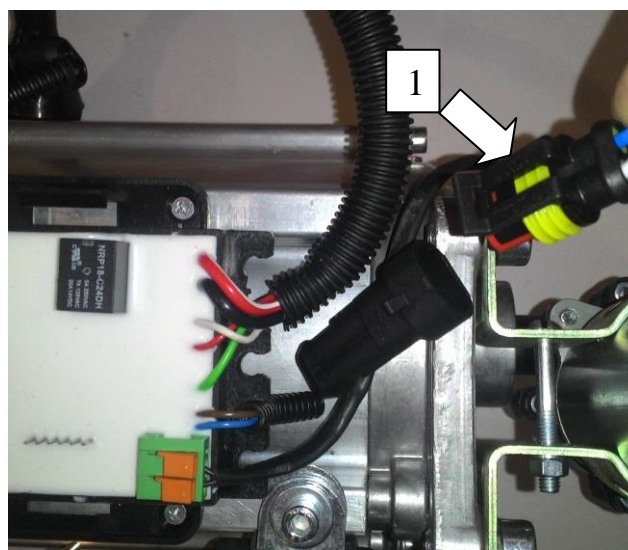

Рис.27 Расположение разъема электропитания помпы
- разъединить разъем жгута электропитания поз.1 рисунок 27.